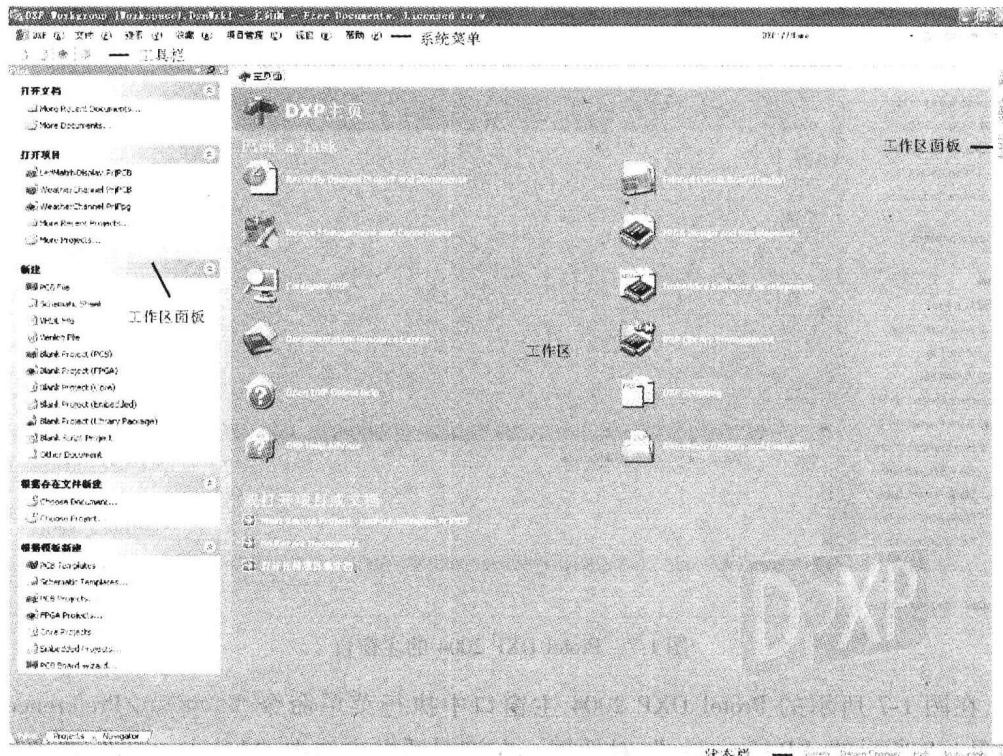

图 1-9 Protel DXP 2004 的中文界面
2) 单击 **OK** 按钮后, 关闭 Protel DXP 2004 并重新启动后, 系统界面就切换成了中文界面, 如图 1-9 所示。
启动 Protel DXP 2004 后，将显示如图 1-9 所示的主窗口。该窗口主要由系统菜单、工作区面板、工作区、工具栏和状态栏等组成，其各部分的名称和功能如下：